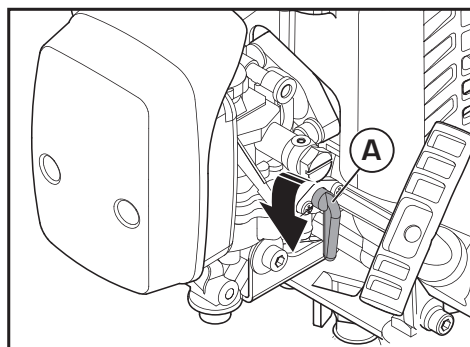
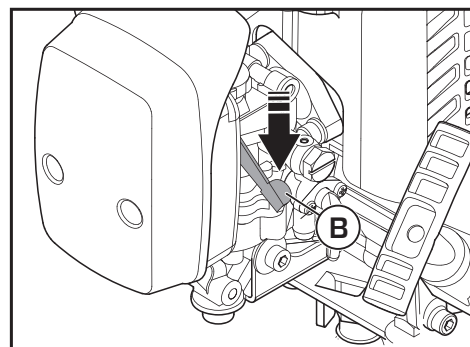
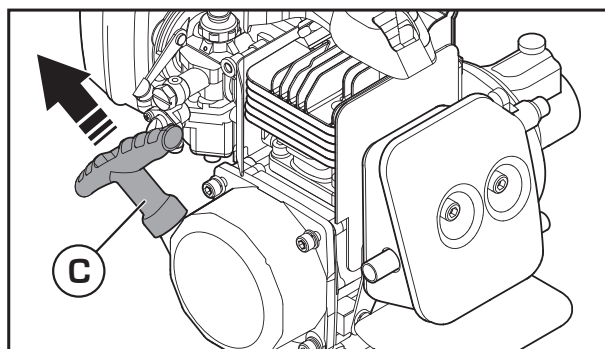

Figura 9
Figura 10
Figura 11
1. Coloque la máquina sobre una superficie dura y nivelada. **2.** Coloque en interruptor de encendido en la posición encendido "I". **3.** Abra la válvula del tanque de combustible (A) girando la perilla a la posición vertical (Figura 9 - página 12). **4.** Coloque la palanca del cebador (B) en la posición cerrado | \ (Figura 10 - página 12). **5.** Tire de la empuñadura de arranque (C) (Figura 11 - página 12) hasta sentir un punto de resistencia (aproximadamente 5 cm). Luego tire con firmeza por unas 4 veces. La máquina debe arrancar. **6.** Una vez arrancado el motor coloque la palanca del cebador en la posición abierto | / y espere que el motor se caliente por aproximadamente 10 segundos. **7.** Si el motor no arranca repita los pasos 5 y 6 descritos anteriormente.